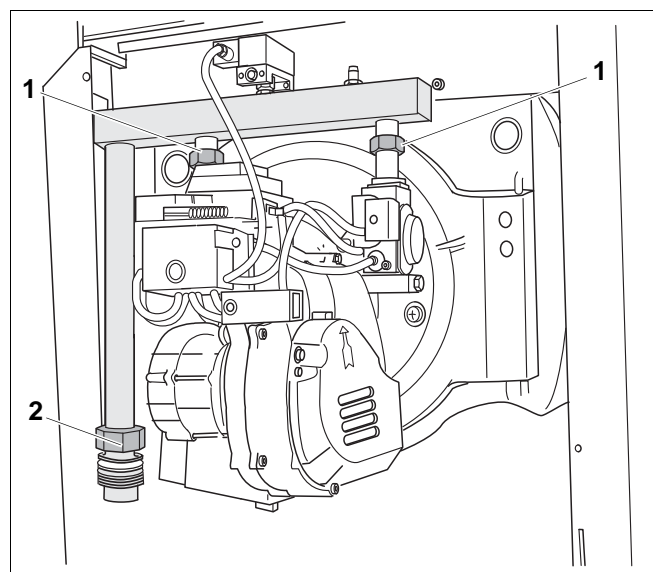

Рис. 9 Изменение стороны навески двери и подключения газа
- Отверните накидные гайки (рис. 9, **поз. 1**) ключом на 39 мм.
- Поверните соединительную трубу подачи газа на 180° и установите для подключения газа слева (рис. 9, **поз. 2**).
- Затяните накидные гайки (рис. 9, **поз. 1**) с моментом 50 - 80 Нм.